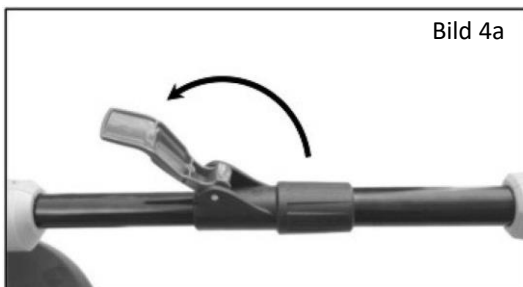
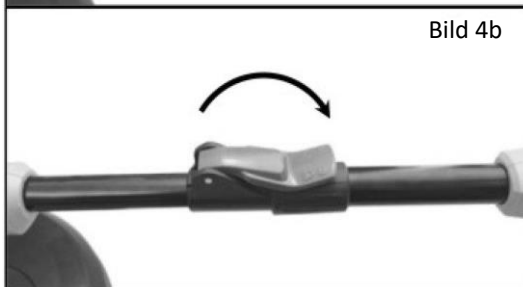

Bild 4a
Bild 4b
1. Arretierung für Höheneinstellung (6) nach hinten ziehen (Bild 4a).
2. Höhe des Teleskopstiels (5) gemäß der auszuführenden Arbeit einstellen.
3. Arretierung für Höheneinstellung (6) nach hinten in seine Ausgangsposition drücken, um den Teleskopstiel (5) zu sichern (Bild 4b).